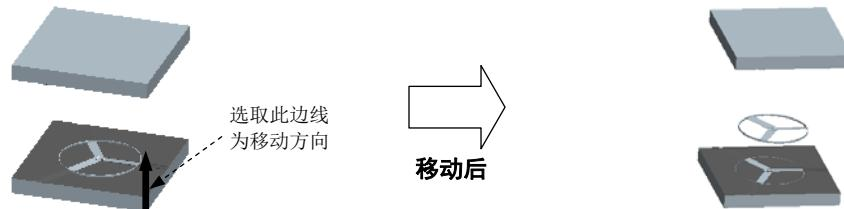

图 5.32 移动铸件
Step6. 移动铸件。参考 Step2 的操作方法，选取模型中的铸件，选取图 5.32 所示的边线为移动方向，输入要移动的距离值 40，选择 **Done (完成)** 命令，完成铸件的开模动作。在“模具开模”菜单管理器中单击 **Done/Return (完成/返回)**。